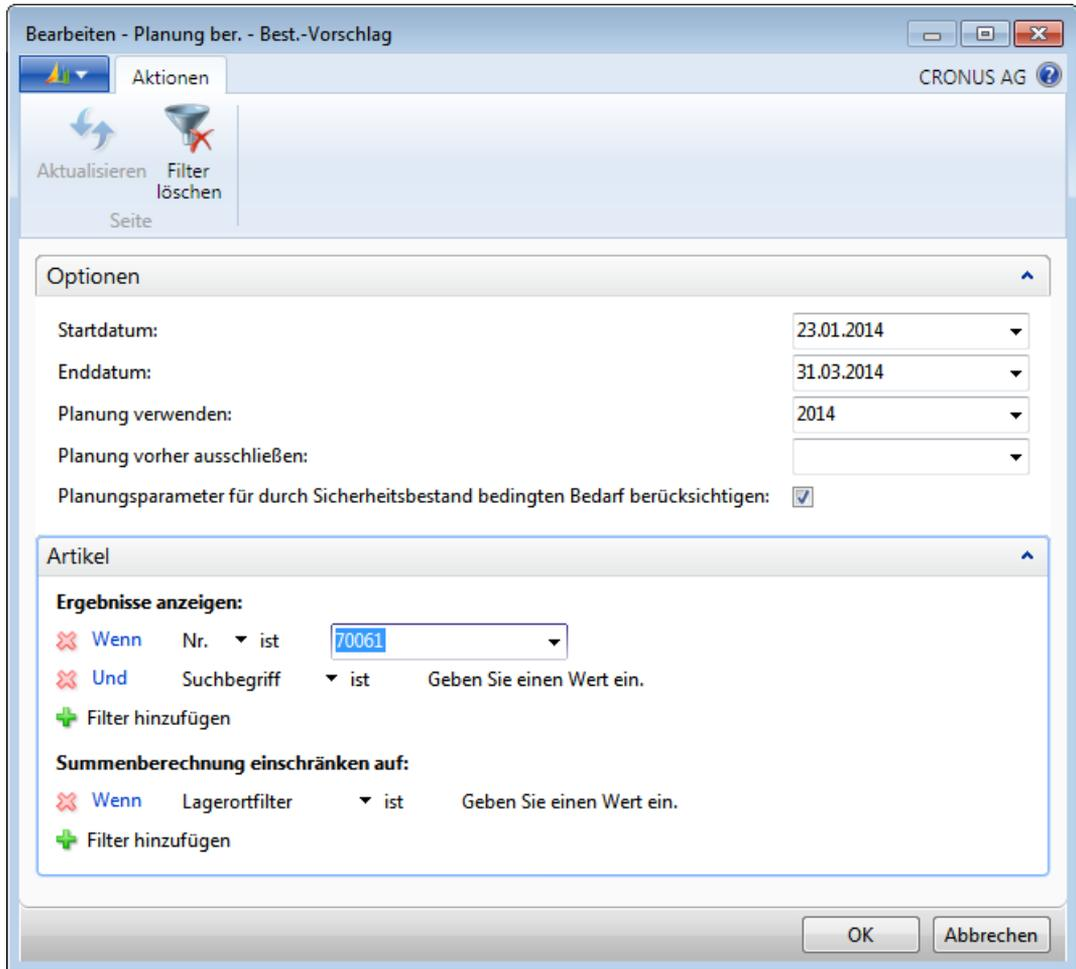

Abbildung 4.8 Optionen und Filter zur Planungsberechnung
6. In diesem Auswahlfenster tragen Sie im Inforegister *Optionen* für das *Startdatum* den 23.1.2014 (oder »a« für das aktuelle Arbeitsdatum) und für das *Enddatum* beispielsweise den 31.3.2014 ein, um die Planungsperiode entsprechend einzugrenzen. Im Inforegister *Artikel* tragen Sie einen Filter auf die Artikelnummer des Artikels »STYRIA Bürostuhl« ein, um die Bestellvorschlagsberechnung nur für diesen Artikel durchzuführen (siehe Abbildung 4.8).